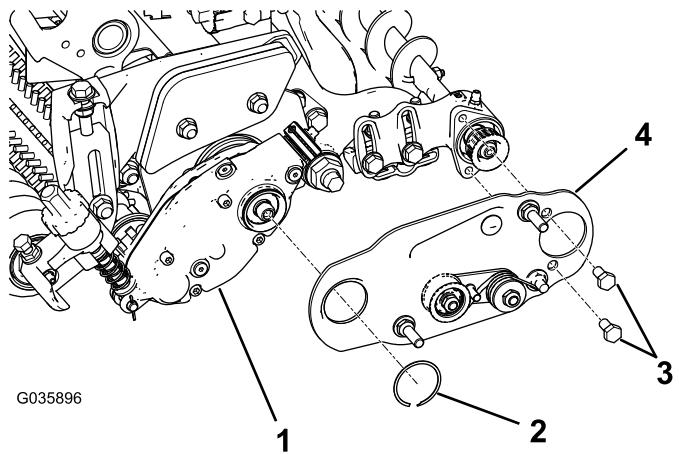

図 9
- ローラブラシボットプレートを図9のように下側にアイドラプーリを取り付けられるように向きを確認する。
4. ローラブラシスピットプレートを図 9 のように整列させる。
- 5/16 x 1/2 in ボルト2本に242 ロクタイト青を塗り、これを使ってブラシプレートをローラブラシベアリングハウジングに取り付ける図9。
- ブラシプレートをローラブラシハウジングにリテナリングで取り付ける図9。